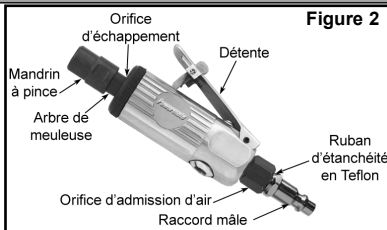

Figure 2
- Installez un raccord mâle 1/4 po NPT (non inclus) à l'orifice d'admission d'air de l'outil (voir Figure 2). **Remarque : Enveloppez toutes les extrémités filetées à l'aide de ruban d'étanchéité en Teflon®.**